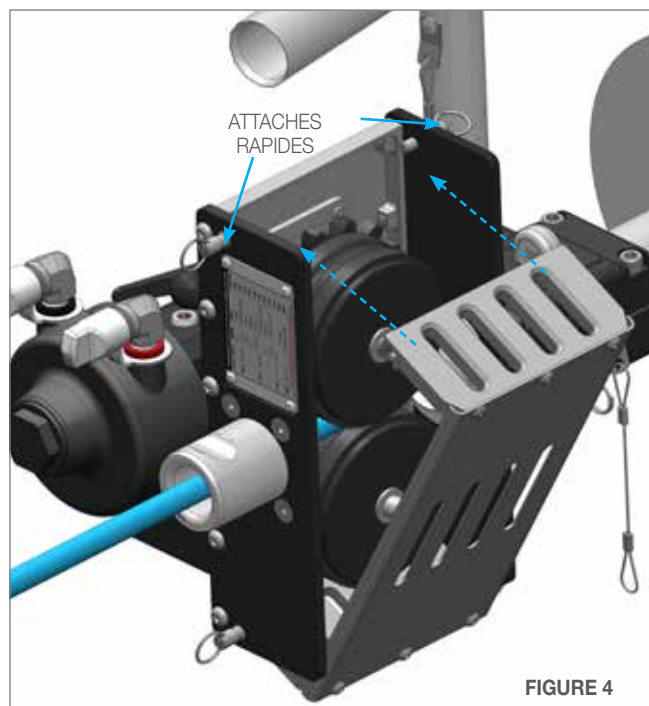

FIGURE 4
4. Desserrez la poignée réglable sur la pince articulée. Glissez le tube d'embout dans la fixation quart de rond. Serrez la poignée réglable à fond. **(Figure 4)**
4. Desserrez la poignée réglable sur la pince articulée. Glissez le tube d'embout dans la plaque de fixation sur bride 102-204 mm. Serrez la poignée réglable à fond. L'option de fixation sur bride 102-204 mm est maintenant prête à être chargée avec un flexible haute pression. **(Figure 4)** Passez à la page 17, « Installation des flexibles et viroles » pour des instructions.
4. Pour poser la plaque pare-éclaboussures BOP 012 *EN OPTION*, desserrez les deux vis sur la bague, glissez-la sur le tube d'embout BOP 081-6 et serrez à la main les vis de la bague une fois en place. **(Figure 4)**
4. Repoussez le capot arrière en position fermée et fixez les deux attaches rapides en haut du AUTOBOX® ABX-PRO TRACTOR. (Figure 4)
- Retirez les bouchons antipoussières des raccords d'air comprimé. Raccordez les conduites d'alimentation pneumatiques du boîtier de commande CB-ABX-PRO-100-X au système AUTOBOX® ABX-PRO-100. Prenez garde aux languettes à codage de couleur sur les raccords pneumatiques du moteur pneumatique et du boîtier de commande. Raccordez le flexible rouge aux raccords pneumatiques à bande rouge et le flexible noir aux raccords pneumatiques à bande noire. (**Figures 4 et 5**)
4. Déposez les deux vis à chapeau à tête creuse, les rondelles de rouleau, les plaques extérieures de moyeu et les rouleaux. (Figure 4)